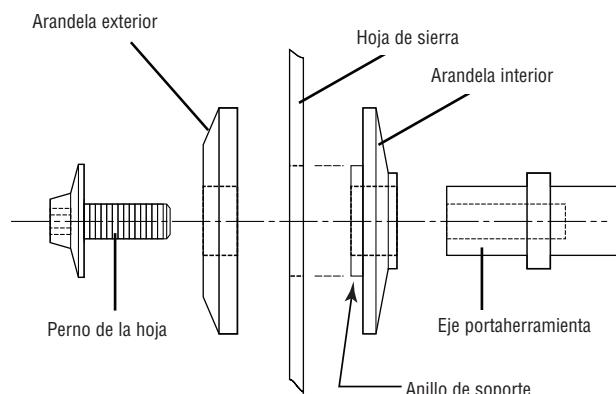

Figura 5. Herrajes de la hoja
- Retire el perno de la hoja y la arandela exterior. Agarre cuidadosamente la hoja. Deslice la hoja alejándola de la arandela interior y separándola del eje portaherramienta y luego hacia abajo y alejándola de la sierra. Deje la arandela interior en el eje portaherramienta (vea la figura 5).